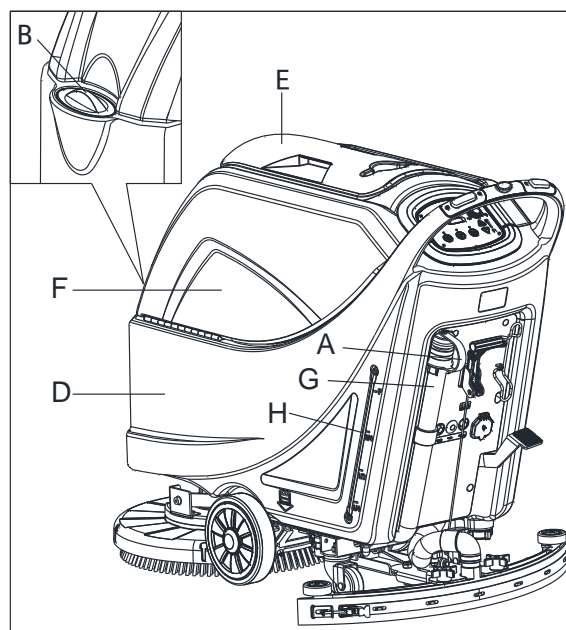

Figura 7
1. Aprire il coperchio di ingresso dell'acqua (B, Figura 7).
3. Non riempire troppo il serbatoio, far riferimento all'indicatore del livello dell'acqua (H) circa il volume dell'acqua.